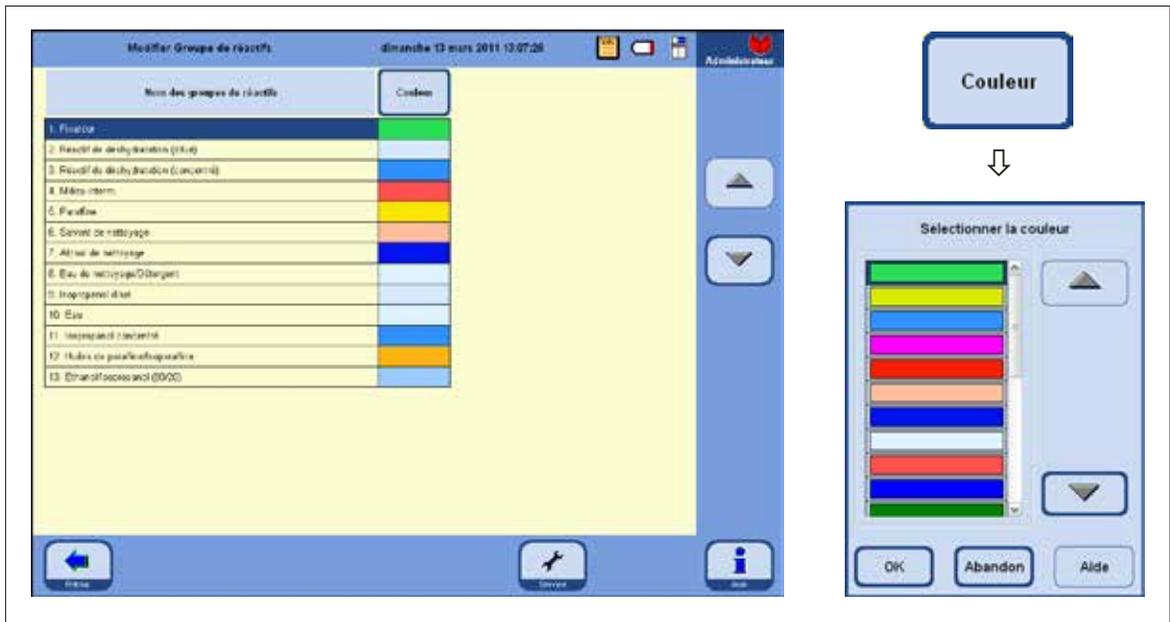

Fig. 148
La fenêtre **MODIFIER GROUPE DE RÉACTIFS** (fig. 148) permet de sélectionner les couleurs utilisées dans les schémas pour chaque groupe de réactifs.
- Appuyer sur le bouton **COULEUR** dans le titre du tableau pour afficher la fenêtre **SÉLECTIONNER LA COULEUR** (fig. 148).